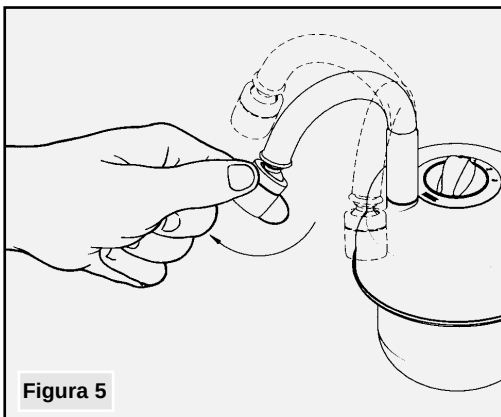

Figura 5
- 2 - Movimente o tubo giratório para o local da cuba de sua pia como desejar e utilize a bica móvel para direcionar o jato de água com o ângulo que mais lhe agrada (Figura 5).